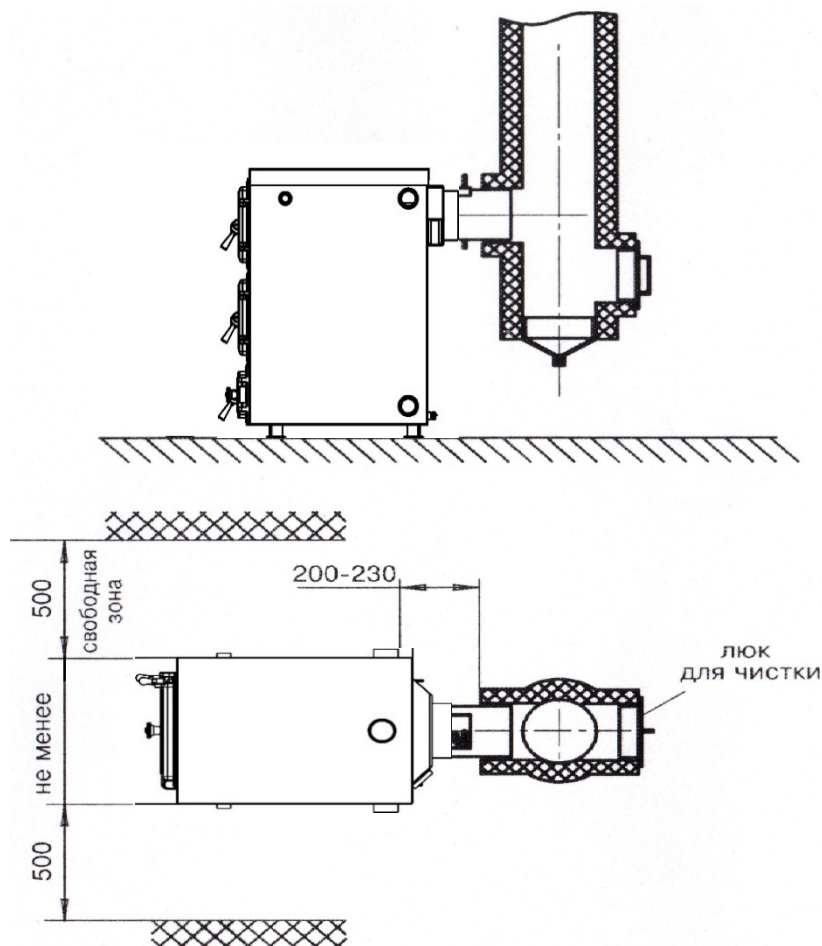

Рис. 2 Схема установки котла
5.1.2. Перед установкой котла на стораемые конструкции здания под котлом и перед его фронтом на 500 мм необходима прокладка стальных листов толщиной 0,6 - 1,0 мм по асбестовому или базальтовому картону, толщиной 3-5 мм. Схема установки котла показана на рис. 2.